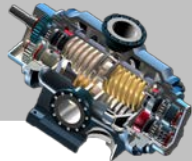

图 9.2.20 “修改线型”对话框
- 在 **LINE STYLES (线型)** 菜单中选择 **Modify Lines (修改直线)** 命令，然后在图形区选取要修改的图元，单击中键，在系统弹出的图 9.2.20 所示的“修改线型”对话框中修改图元的线型和线宽。